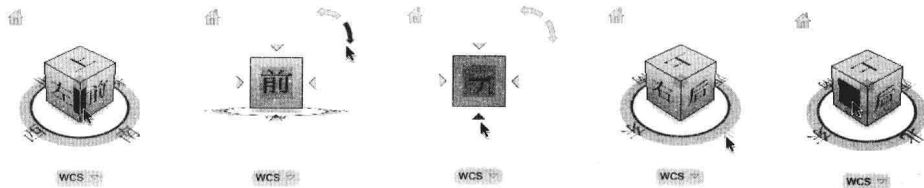

图 8-1-7
(6) 使用 ViewCube 工具，可以用来旋转和调整观察三维模型的方向。将光标移至 ViewCube 的面、边或角的位置，该位置会呈深色显示，如图 8-1-7 所示，此时单击该位置后，可以将模型快速切换至预设视图，如前、后、上、下、左、右视图，或者西南、东南、东北、西北等轴测视图等其他视图。单击 ViewCube 周围的平行三角形和弯箭头也可以更改模型的当前视点。将光标放在 ViewCube 上时，按住左键并移动光标可以任意旋转模型。